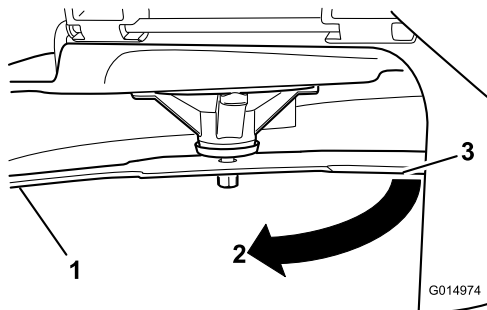

Figura 104
3. Segunda distancia medida entre cuchilla y superficie (B)
4. Gire la misma cuchilla 180 grados de manera que el otro extremo esté en la misma posición (**Figura 104**).